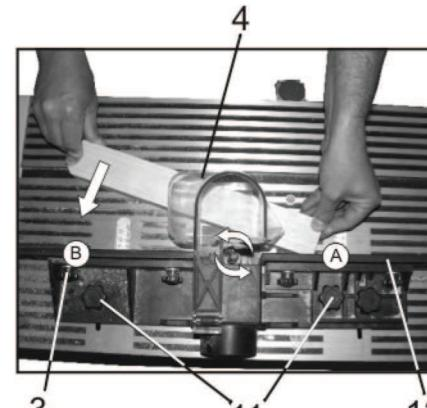

рис. 8
7.4 Несквозное фрезерование (рис. 8, 9, 10)
7.2.1 Установите глубину фрезерования, после чего крепёжными гайками 11 надёжно закрепите положение (рис. 8).